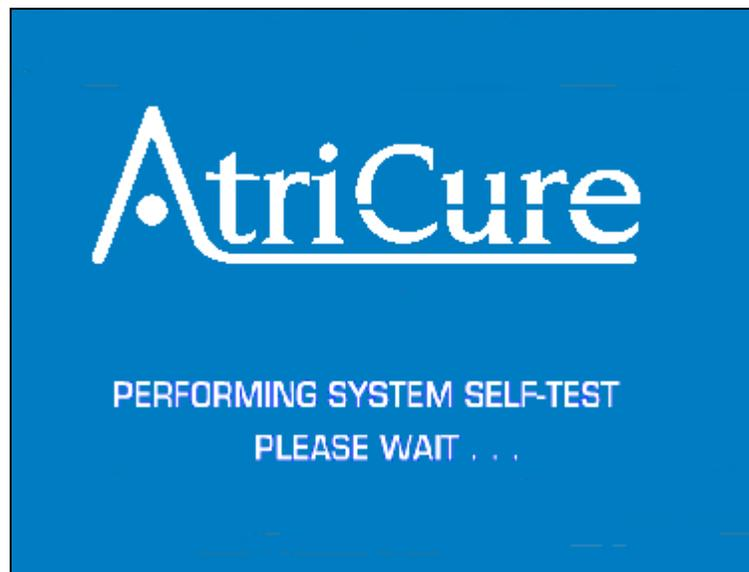

Figure 5 – Écran d'un AUTOTEST en cours
2. Allumer l'unité à l'aide de l'interrupteur Marche/Arrêt, situé sur le module de puissance d'entrée, à l'arrière. Une fois sous tension, le système réalise des autotests. Voir la figure 5. Si tous réussissent, il passe en mode VEILLE. Si l'un d'entre eux échoue, il passe en mode PANNE. L'autotest génère deux bips rapides au démarrage. L'opérateur doit vérifier qu'ils sont émis.